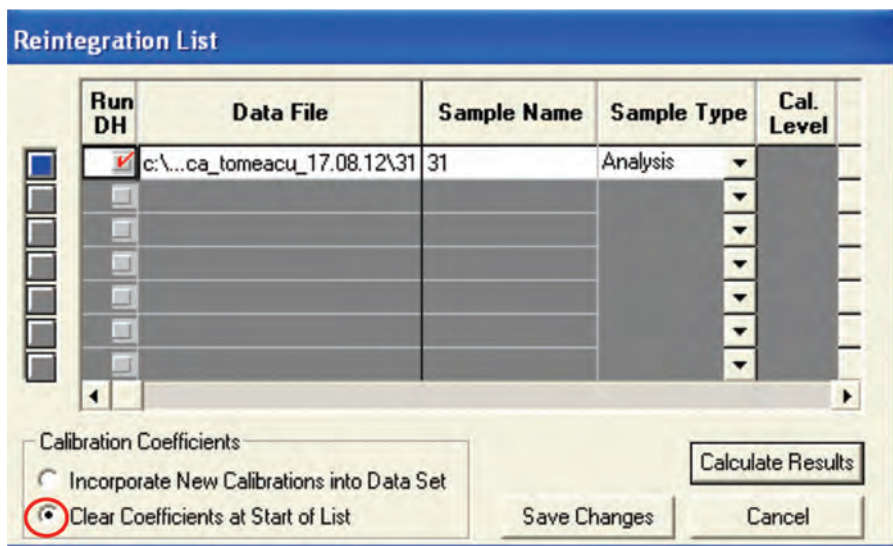

Figura 40. Procedimentos para efetivar as alterações feitas nos parâmetros de análise.
- **Interactive Graphic** → clicar em **Edit Method** → acesso às janelas da seção **Data Handling** do Método analítico. Depois de alterar qualquer parâmetro de análise, clicar em **Results** e ir em **Reintegration List**, selecionar a opção **Clear Coefficients At Start Of List** → **Calculate Results Save Changes** (Figura 40) ou **Reintegrate Now** (🔄) (modificação de apenas um cromatograma).